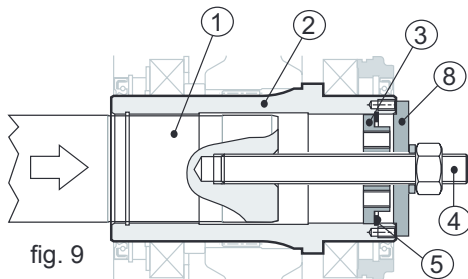

fig. 9
alinhar com a maior precisão possível o eixo fêmea do redutor (pos. 2) com o eixo macho da máquina (pos. 1) e, em seguida, efetuar o acoplamento dos dois eixos, depois de ter alinhado a chave. O acoplamento deve ser efetuado sem forçar excessivamente as partes. Certificar-se de que o eixo fêmea do redutor fique bem apertado sobre o eixo da máquina; para esta operação é necessário utilizar uma barra rosqueada (pos. 4) com dimensões adequadas. Em seguida, inserir em suas sedes primeiro a placa de retenção (pos. 3) e depois o anel de retenção para partes internas (pos. 5); neste ponto, aparafusando a porca da barra rosqueada, os dois eixos são colocados bem apertados entre si (ver fig. 9).